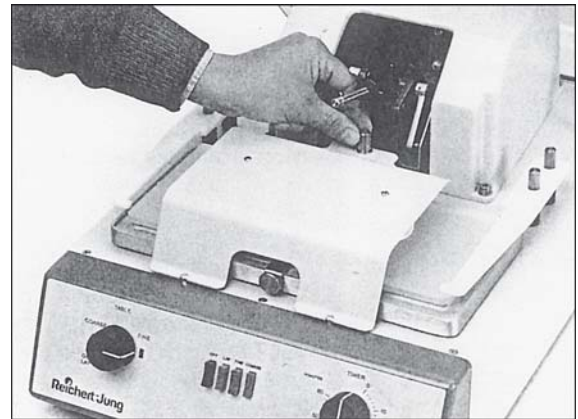

Abb. 23.2
7. Beiden Lippen der Brücke in den Schlitz hinter der Frontplatte einsetzen. Dann die gefederten Saugnäpfe auf die obere Platte aufsetzen, die Brücke nach unten drücken und die Klemmschraube festziehen (**Abb. 23.2**).